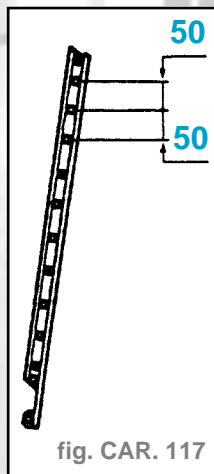

fig. CAR. 117
- Tracer puis percer à diamètre **6,5 mm** pour soudage ultérieur par points bouchon (fig. CAR. 117).